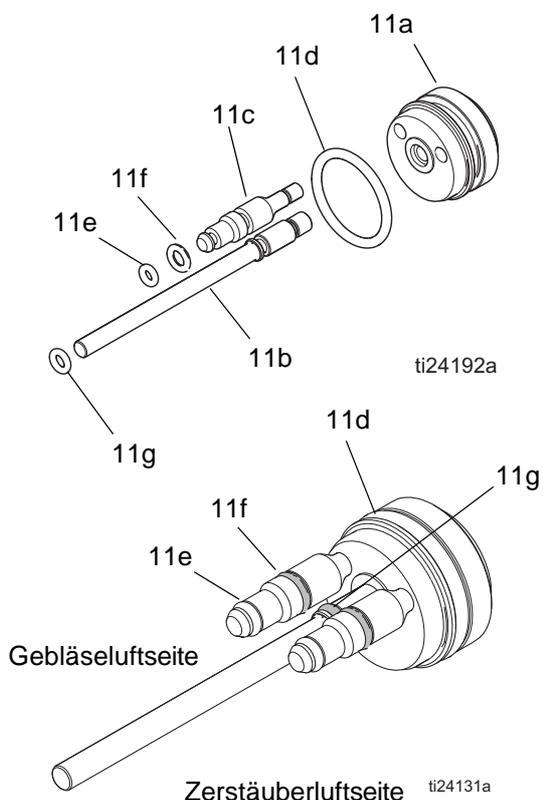
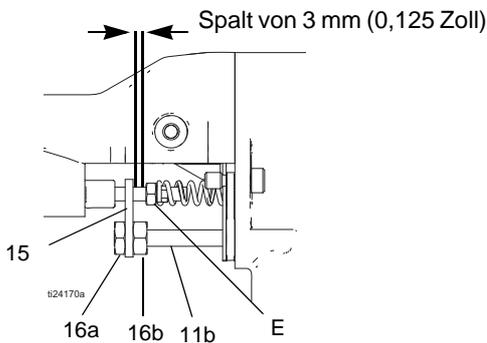

FIG. 29. Kolben-O-Ringe
Fig. 30. Stellgliedeinstellung
2. Die Luftkappe ausbauen (siehe Seite 29). Das Pistolenabdeckblech (26) entfernen.
3. Die Gegenmutter (16a), das Stellglied (15) und die Einstellmutter (16b) entfernen. Siehe hierzu FIGURE 30.
4. Die Kolbenkappe (13) und die Feder (12) von der Rückseite der Pistole entfernen.
5. Auf die Kolbenstange (11) drücken, um den Kolben hinten aus der Pistole hinauszudrücken.
6. Die O-Ringe (11d, 11e, 11f und 11g) auf Beschädigung prüfen. Siehe hierzu Table 3 und FIGURE 29.
8. Die zwei Bolzen (11c) auf die Bohrungen im Pistolengehäuse ausrichten und den Kolbensatz von hinten in die Pistole drücken, bis er ansteht. Die Kolbenkappe (13) und die Feder (12) installieren.
Siehe hierzu FIGURE 30.
4. Die Gegenmutter (16a und 16b) und das Stellglied (15) entfernen. Siehe hierzu FIGURE 30.